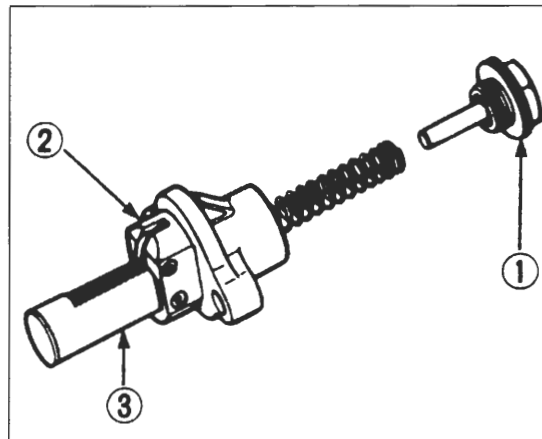

Bild 196
- **Steuerkettenspanner einbauen:** Sperrklinke Bild 196 eindrücken und Bolzen ganz in Gehäuse einschieben.